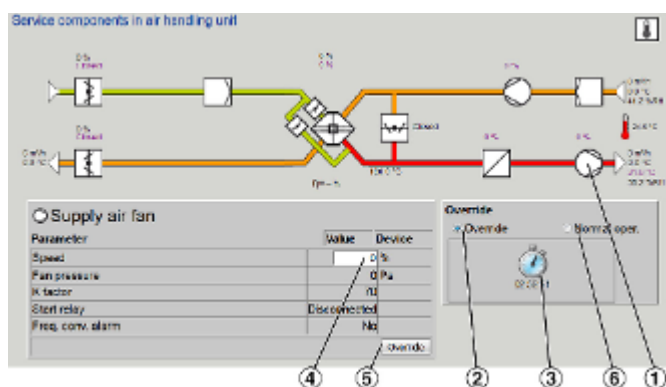

Fig. 35 : Fonction Commande forcée
Utiliser la fonction « *Commande forcée* » (Fig. 35) pendant les travaux d'entretien ou de maintenance pour s'assurer du bon fonctionnement des sorties. La fonction « *Commande forcée* » ne peut pas être utilisée s'il y a des alarmes actives.
2. ▶ Cliquer sur le composant de la centrale de traitement de l'air (Fig. 35 /1) pour lequel un réglage doit être écrasé (par ex. le ventilateur de reprise d'air).
3. ▶ Cliquer sur « *Forcer* » (Fig. 35 /2).
4. ▶ Cliquer sur l'horloge (Fig. 35 /3) pour définir une heure.
5. ▶ Saisir le pourcentage de forçage de la vitesse du ventilateur de reprise d'air (Fig. 35 /4).
6. ▶ Cliquer sur « *Forcer* » (Fig. 35 /5).
Pour désactiver la fonction de neutralisation et rétablir le fonctionnement normal de la CTA, sélectionnez « *Normal oper.* » (Fig. 35 /5).